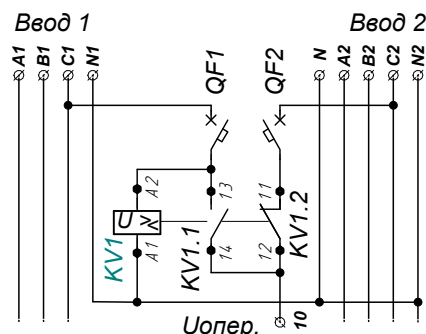

Рис.5 Схема получения оперативного питания с использованием реле напряжения
- 5.5.1. Схема получения оперативного питания с использованием реле напряжения, рис.5.